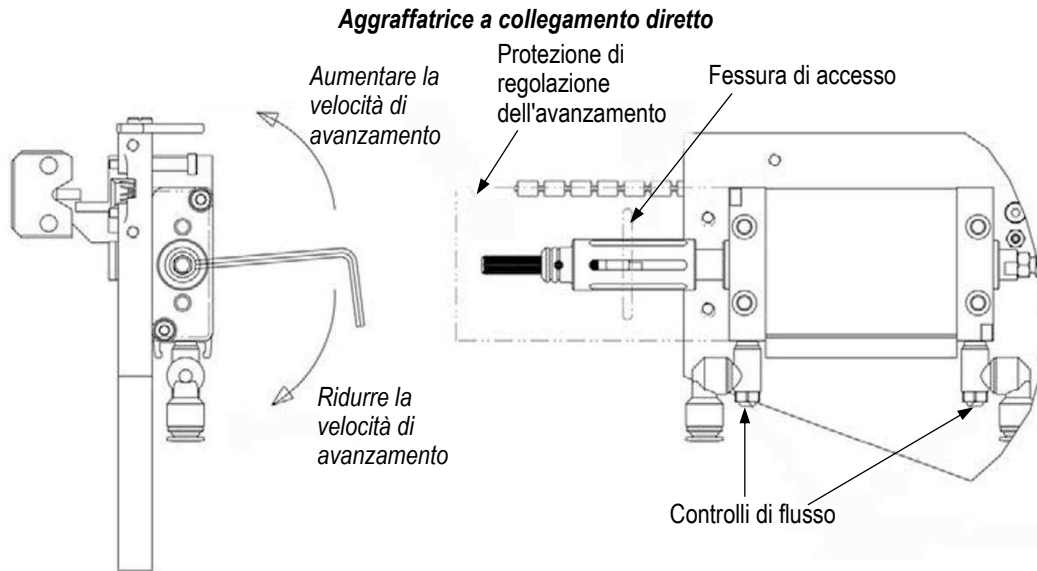

Figura 23
2. Inserire una chiave esagonale di 3 mm o un cacciavite di dimensioni simili nella fessura di accesso nella protezione di alimentazione posteriore e in una fessura della rotella di regolazione. Fare riferimento alla Figura 23.
3. Ruotare la rotella di regolazione nella direzione desiderata per aumentare o ridurre la distanza di avanzamento (Figura 23).